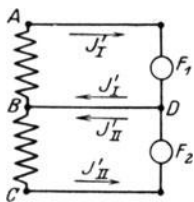

Fig. 79.
238. Die in der Wicklung AB einer Wechselstrommaschine erzeugte EMK ist gegen die in der Wicklung BC einer zweiten Maschine erzeugte um 90° verschoben. Durch die Lampen F_1 bzw. F_2 fließen Ströme von 5 [8] (7) A bzw. 12 [15] (20) A. Welcher Strom fließt in der gemeinsamen Leitung BD (Fig. 79)?